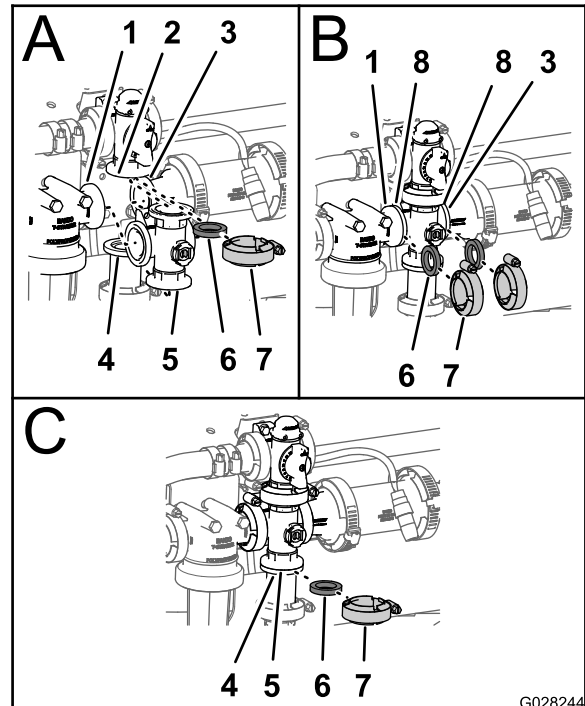

図 87
1. 攪拌バイパスバルブのフランジ、ガスケット1枚、攪拌バルブマニホールドのエンドキャップフィッティングのフランジを、整列させる 図 87; A。